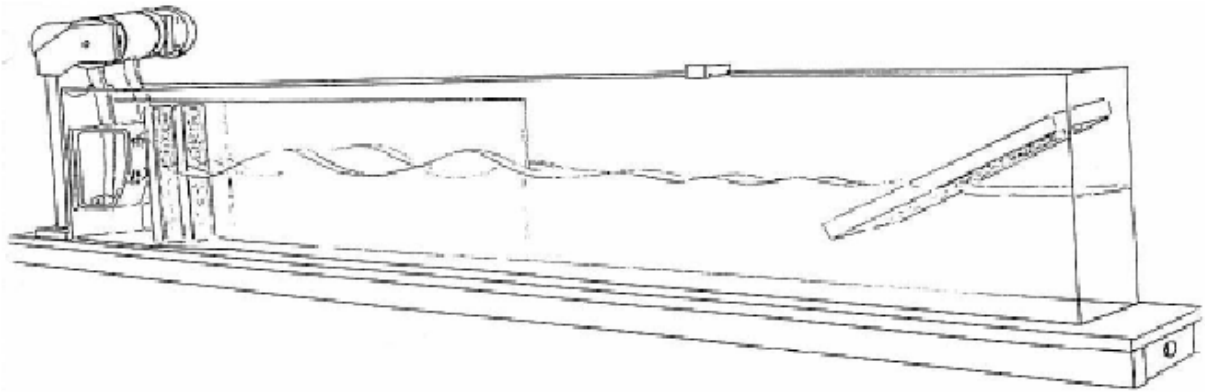

Fig. 1 Construcción del canal de olas en forma de cuba
- El canal de olas se llena con agua hasta la altura marcada (Fig. 1).
En la zona de la placa separadora se puede ver claramente la posición desfasada de las dos olas parciales. En la parte del canal con forma de I que no está separada por la placa se unen las dos olas parciales y se extinguen mutuamente (Fig. 1).